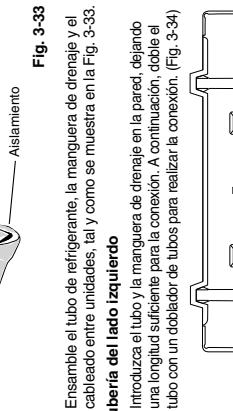

Fig. 3-37
- (3) Doble con cuidado la tubería (si fuera necesario) para que transcurra por la pared hacia la unidad exterior y, a continuación, coloque cinta aislante en las conexiones. La manguera de drenaje debe bajar de la pared a un punto donde el agua no manche la pared.
- Deslice la manguera de drenaje por completo hacia la salida del recipiente de drenaje hasta que el borde de la manguera se coloque en el aislante. Compruebe que los orificios para tornillo del soporte de drenaje y la salida del recipiente de drenaje estén alineados y en contacto y, a continuación, compruebe que se encuentra bien sujetado. (Fig. 3-37)